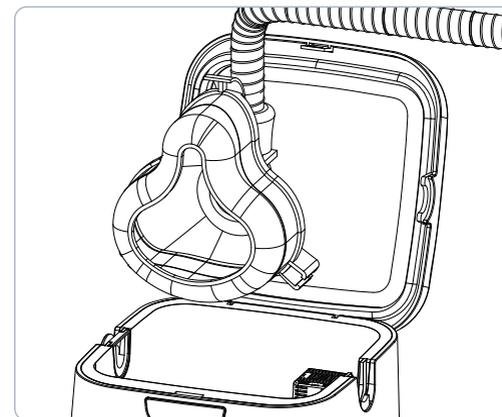

Figure 7. Einlegen der Maske in die Desinfektionskammer
4. Legen Sie die Maske so in die Desinfektionskammer, dass der angeschlossene PAP-Schlauch in der offenen Schlauchausparung, also gegenüber dem abnehmbaren Schlauchausparungsstecker, liegt (Abbildung 7).